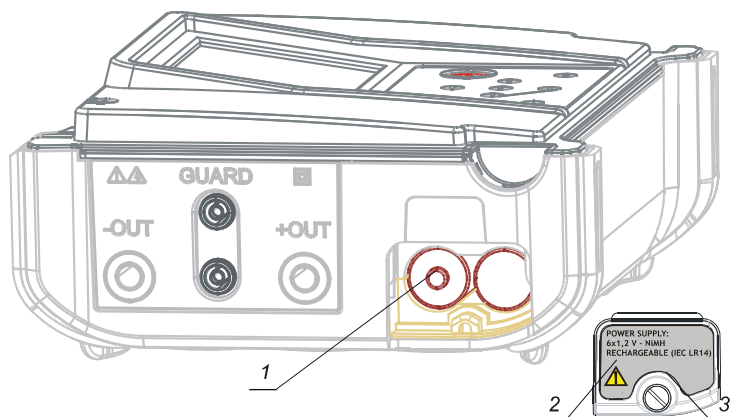

Fig. 15 Baterías insertadas correctamente
Las celdas de baterías se almacenan en la sección inferior de la caja del instrumento bajo la tapa de las baterías (vea la fig. 15). Al insertar las baterías por primera vez, tenga en cuenta lo siguiente:
- Inserte las baterías correctamente (vea la fig. 15), de otro modo, el instrumento de prueba no funcionará.
Si las baterías han estado almacenadas por mucho tiempo, normalmente se requiere de aproximadamente 3 ciclos de carga y descarga para que las baterías recuperen su capacidad total. Las celdas de baterías se almacenan en la sección inferior del instrumento bajo la tapa de las baterías (vea la fig. 15). En caso de que las baterías estén defectuosas, tenga en cuenta lo siguiente:
- Inserte las baterías correctamente (vea la fig. 15), de otro modo, el instrumento de prueba no funcionará y las baterías podrían estar descargadas.
La tensión nominal del suministro de energía es 7,2 V CC. Use seis celdas NiMH tamaño C (dimensiones: diámetro = 26 mm, altura = 46 mm). Vea la siguiente figura (fig. 15), para conocer la polaridad correcta de las baterías.